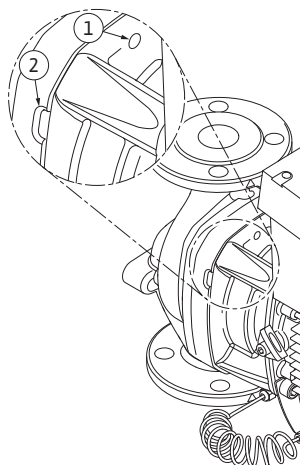

Fig. 51: Kierreaukot ja lovet, joita käytetään moottori-juoksupyöräyksikön irrottamiseen pumpun pesästä
13. Paina moottori-juoksupyöräyksikkö (katso Fig. 13) ulos pumpun pesästä. Tätä varten suositellaan käytettäväksi kahta kierreaukkoa (Fig. 51, kohta 1), erityisesti istukkaosan irrottukseen. Kierrä istukkaosan irrottamista varten sopivat ruuvit kierreaukkoihin. Jos istukkaosa on herkkäliikkeinen, voidaan irrottamiseen käyttää lisäksi rakoja (Fig. 51, kohta 2) pumpun pesän ja tiivistelaipan välissä (käytä tähän kahta ruuvimeisseliä vipuina). Kun istukkaosa on painettu irti n.15 mm, istukkaosa ei enää ole pumpun pesässä.